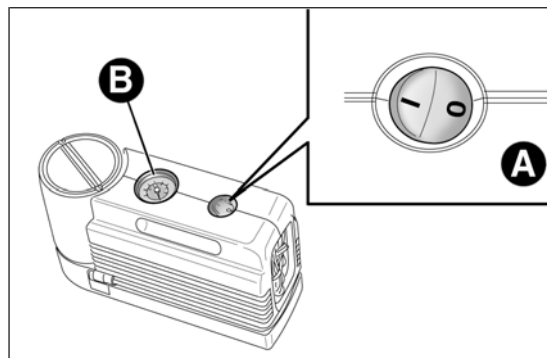

fig. 135
- ❑ assicurati che l'interruttore A fig. 135 del compressore sia in posizione 0 (spento), avvia il motore, inserisci la spina nella presa di corrente ubicata nel bagagliaio (vedifig. 136)/accendisigari sul tunnel centrale (vedi fig. 137), accendi il compressore portando l'interruttore Afig. 135 in posizione I (accesso);
- ❑ gonfia il pneumatico alla pressione indicata nel paragrafo "Ruote" nel capitolo "Dati tecnici". Per ottenere una lettura più precisa verifica il valore della pressione sul manometro B fig. 135 con compressore spento;